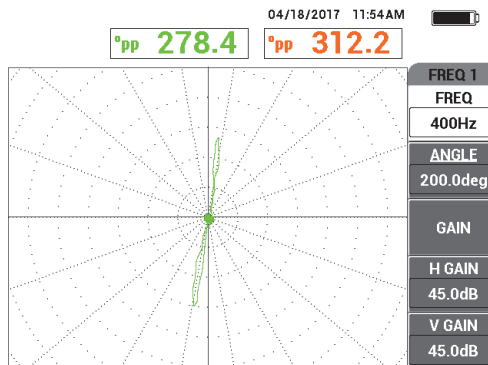

Figura 5-193 Rastreamento da abertura de passagem de parede
3. Rastreie lentamente o tubo até que o defeito da parede seja exibido e, em seguida, pressione a tecla FREEZE (❄) [veja Figura 5-193 na página 269].